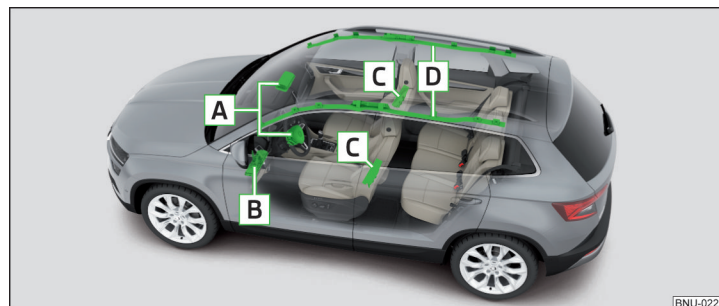

Abb. 20 Verbauteorte der Airbags
**Verbauteorte der Airbags** » Abb. 20